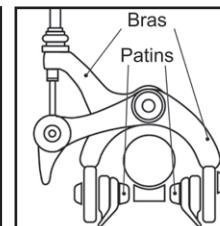

fig. 10
- **Caliper** (fig. 10): formé par deux bras qui soutiennent les patins, collègués par un pivot et actionné par un câble qui actionne le frein en faisant serrer les patins sur le jante.